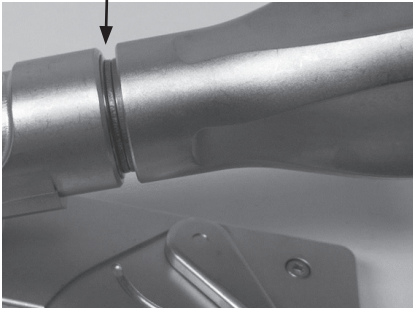

Figur 5 – Fastsättning av tillbehörsenhet i Hercules™ 360 universalstabilisatorarm (produktreferens T401160)
- b. För anslutning av ett Terumo **KULSNABBKOPPLINGS-**tillbehör, greppa hylsan på Hercules universalstabilisatorarm och tryck in kulan på tillbehöret i doppskon på Hercules universalstabilisatorarm (se figur 5). Kontrollera att anslutningen är säker.